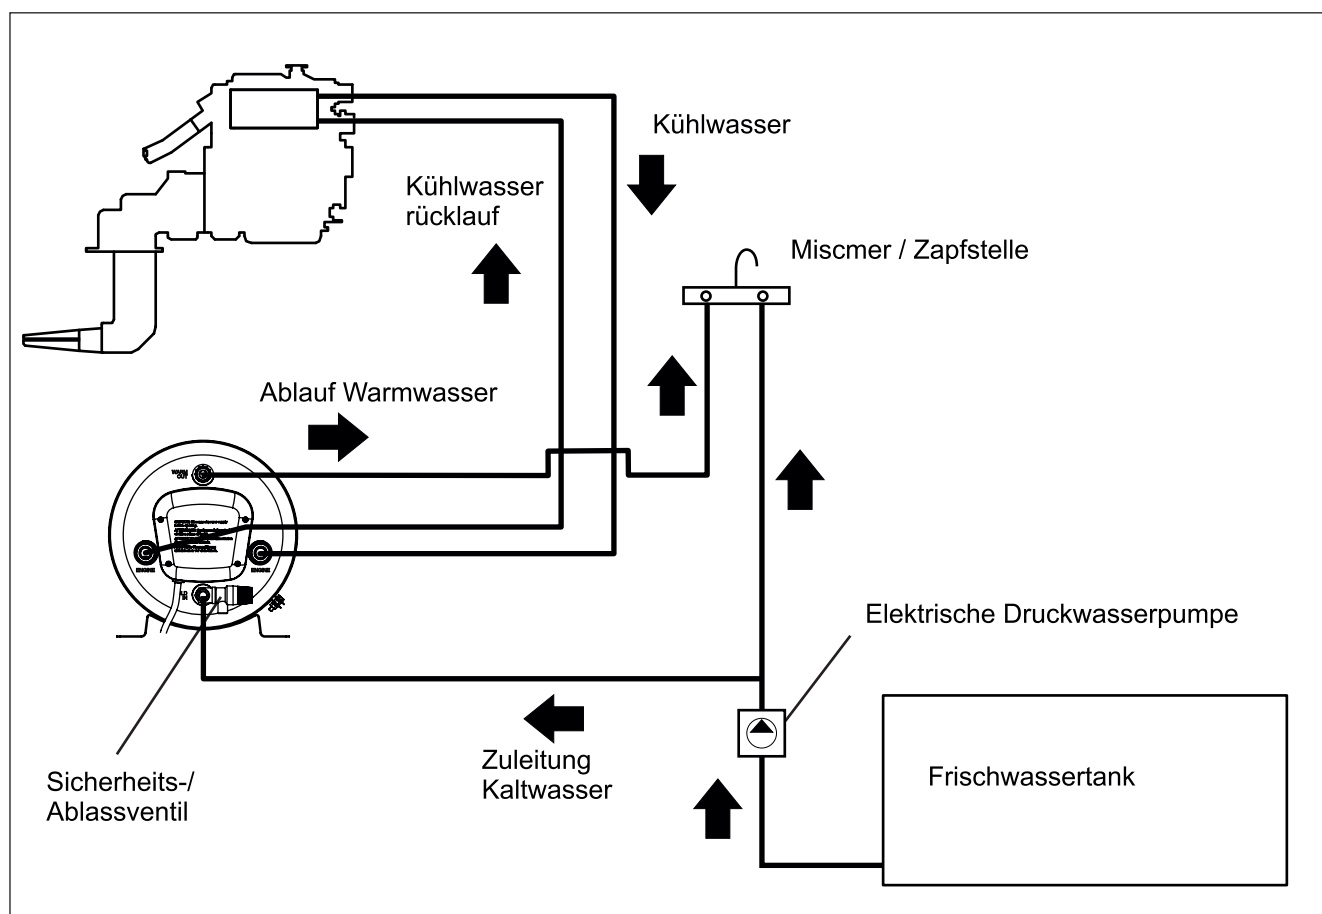

Abb. 1
Der Warmwasserbereiter kann an beliebiger Stelle im Wasserfahrzeug montiert werden, wobei die Anschlüsse an den Motorwärmetäuscher unterhalb des Hauptbehälters des Motors sein sollen (Abb. 1). Die Schlauchleitungen des Wärmetäuschers sollen am besten kurz sein, damit der Durchflusswiderstand (die Druckdifferenz) und die Temperaturverluste minimiert werden. In vielen Fällen ist der Wärmetäuscher des Warmwasserbereiters in Reihe mit der Motorkühlung angeschlossen. In anderen Fällen ist er parallel mit einem Durchflussbegrenzer / Verteilerstück angeschlossen.
4.3 Anschluss an den Motor (siehe das Anschlussbild Abb. 1):
4.4 Anschluss an das Frischwassersystem (siehe das Anschlussbild Abb. 1):